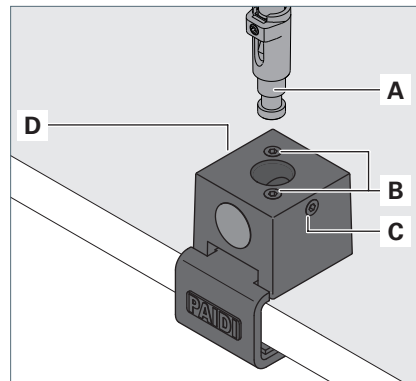

Fig. 1: Leuchte an waagrechter Montageoberfläche montieren.
- ▶ Fixieren Sie die Tischklemme mit den Schrauben **B** an der Montageoberfläche, siehe Fig. 1.